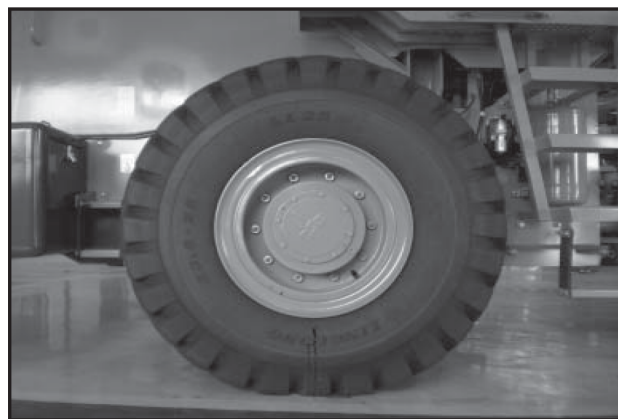

Рис. 17
4. Удалите колёсные гайки и снимите диск с шиной со ступицы (см. рис. 17). Проверьте гайки на износ и при необходимости, замените.